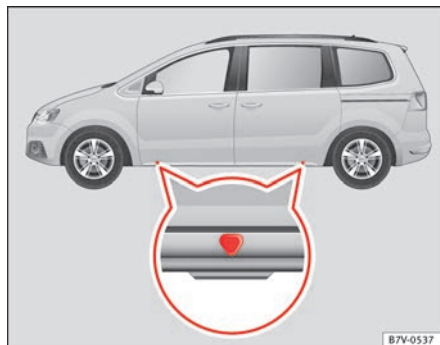

Fig. 183 Pontos de apoio do macaco.
O macaco só pode ser aplicado nos pontos de recepção indicados (marcas da carroçaria) ⇒ Fig. 183. A marca indica a posição dos pontos de apoio **debaixo** do veículo. Os pontos de apoio encontram-se nas nervuras situa-
5. Procure debaixo do veículo o ponto de apoio para o macaco ⇒ Fig. 183 mais próximo da roda que pretende substituir.